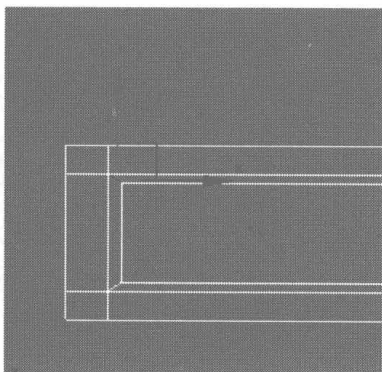
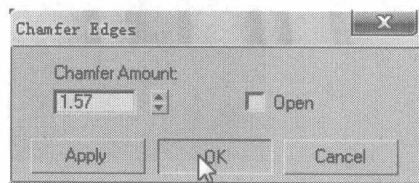

图 6.393
图 6.394
- 24 切换为边线编辑，在 Top 视图中选择如图 6.393 所示的边线，在 Selection 卷展栏中单击 **Ring** 按钮，选择环形曲线，在 Edit Edges 卷展栏中单击 **Chamfer** 右侧的小按钮，在弹出的对话框中设置边线倒角参数，如图 6.394 所示。